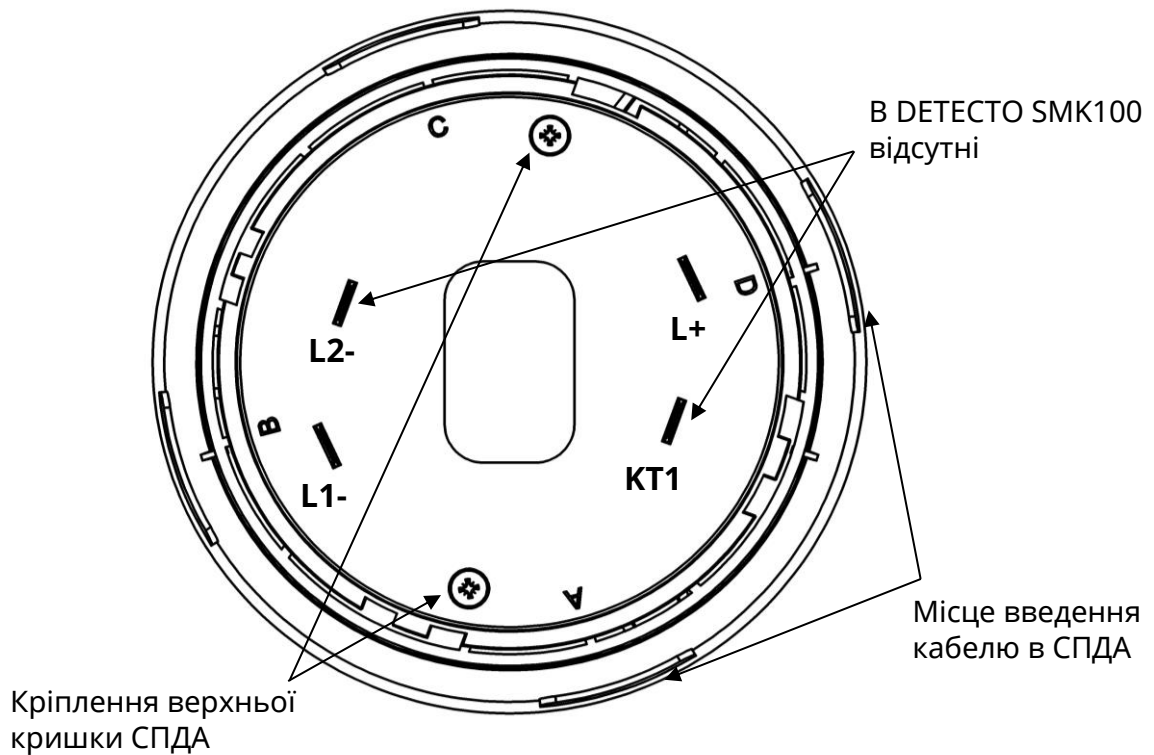
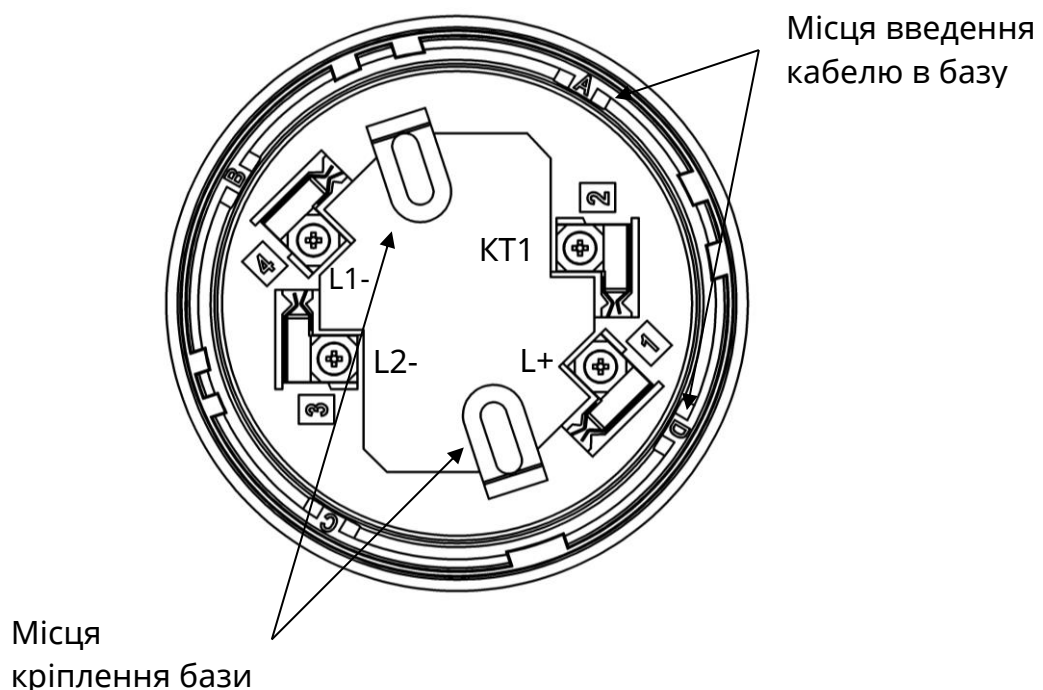

Рисунок 1 – Вигляд СПДА з боку контактів
Рисунок 3 – Розташування клем на базі СПДА
L2-	Клема підключення мінусового дроту АІ. В СПДА DETECTO SMK100 ця клема відсутня (рис.1)
КТ1	Клема для підключення ВПОС. В СПДА DETECTO SMK100 ця клема відсутня (рис.1)
- 3) закріпити дроти АІ в гвинтових клеммах бази відповідно до рис. 3 і таблиці 1. В базі СПДА ДЕТЕСТО SMK110 чотири клема, в СПДА ДЕТЕСТО SMK100 – дві клема;
5.3 Для випадків, коли кабель всередину бази заводять збоку, в самій базі та в кришці СПТА передбачені вікна, потрібні з яких вирізають. Ці вікна промарковані літерами «А», «В», «С», «D» (рис.1, рис.3).
- 2) викрутити 2 шурупи з боку контактів на корпусі сповіщувача (рис.1) і зняти верхню кришку;